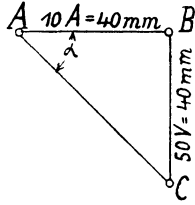

Abb. 189.
d. i. $\frac{50 \cdot 0,8 \text{ mm}}{10 \cdot 4 \text{ mm}} = \frac{40 \text{ mm}}{40 \text{ mm}} = \frac{BC}{AB}$ (Abb. 189).
Wie groß ist der Widerstand R , wenn in der Abb. 189 $1 \text{ A} = 3 [2] (0,5) \text{ mm}$, $1 \text{ V} = 2 [1,5] (4) \text{ mm}$ vorstellt?